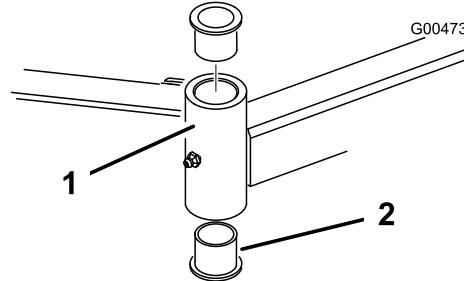

Рисунок 84
4. Вставьте пробойник сверху или снизу монтажной трубы и выбейте втулку из трубы (Рисунок 84).